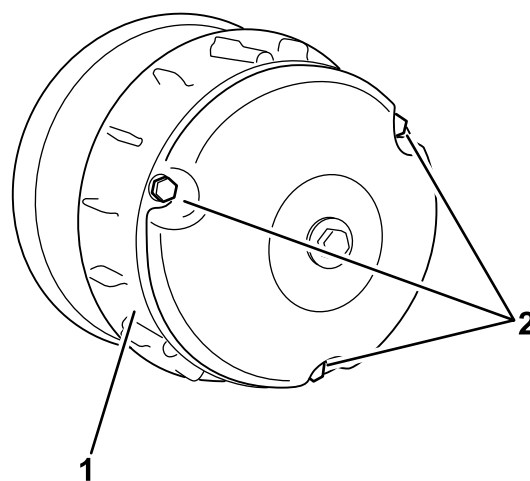

Figura 50
1. Retire os 3 parafusos que fixam a tampa à embraiagem e retire a tampa (Figura 50).
3. Coloque a tampa da embraiagem e fixe-a com os três parafusos (Figura 50) que retirou em 1.